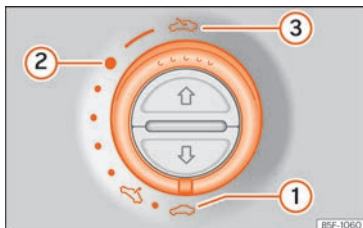

Fig. 109 En el revestimiento interior del techo: gire el conmutador para abrir y cerrar.
- Abrir: gire el conmutador hacia la posición »» fig. 109 ③.
- Posición de confort: gire el conmutador hacia la posición »» fig. 109 ②.
- Cerrar: gire el conmutador hacia la posición »» fig. 109 ①.
- El conmutador » » fig. 109 debe estar en la posición de "cerrado" ①.